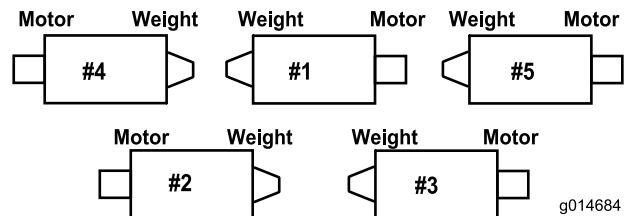

図 6
**重要** #4左前カッティングユニットと、#5右前カッティングユニットでは図 6、ロッドブラケット取り付けナットを使って、